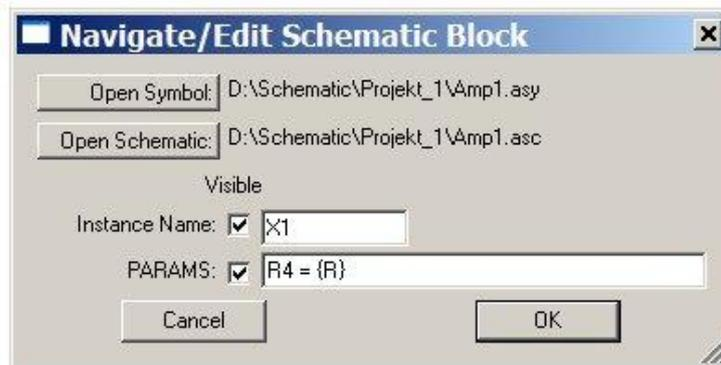

Bild 29: Block-Navigator
- Durch einen **Rechts-Klick** auf ein Symbol in der Hauptschaltung öffnet sich ein spezielles Dialogfeld, der sogenannte *Block-Navigator*, siehe **Bild 29**. Über die Schaltfläche `Open Symbol`
- **Parameter-Übergabe:** Auch in hierarchischen Schaltungen können mittels der Parameter-Anweisung `.Param ... Parameter` über alle Hierarchiestufen hinweg durchgereicht werden. In diesem Beispiel soll der Wert des Widerstandes R4 in der Teilschaltung variiert werden können. Im Schaltbild „Amp1.asc“ wird deshalb statt eines konkreten Wertes dieser als *Parameter* in geschweiften Klammern angegeben: `{R4}`. In der Hauptschaltung muss dieser „Wert“ als Subcircuit-Parameter im zugehörigen Symbol angewiesen werden. Dies gelingt über den Block-Navigator, vergleiche **Bild 29**. Durch einen **Rechts-Klick** auf das Symbol in der Hauptschaltung wird er geöffnet. In der Zeile PARAMS (Subcircuit-Parameter, deshalb das „S“ am Ende) könnte der Wert für den Widerstand R4 direkt angegeben werden, z.B. `R4 = 560`. Hier wird allerdings erneut ein Parameter, nämlich „R“, verwendet. Deshalb wird die Zeile `R4 = {R}` eingetragen. Im Block-Navigator kann durch ein Häkchen markiert werden (Visible), ob die Einträge im